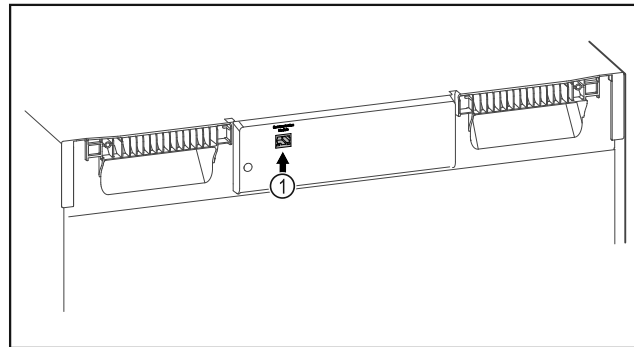

Fig. 111
- SmartModule Fig. 111 (1) установлен.